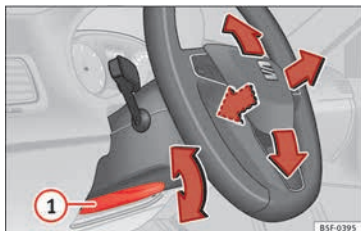

Abb. 16 Hebel auf der linken unteren Seite der Lenksäule.
- Lenkradposition einstellen: Ziehen Sie den Hebel » **Abb. 16** ① nach unten, bringen Sie das Lenkrad in die gewünschte Position und schieben Sie den Hebel wieder nach oben, bis er seine Verriegelungsposition erreicht.